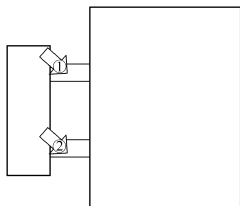

图 7-29 建立入口和出口连接
建立入口（图 7-29 中①所示）和出口（图 7-29 中②所示），从系统连接到设备。